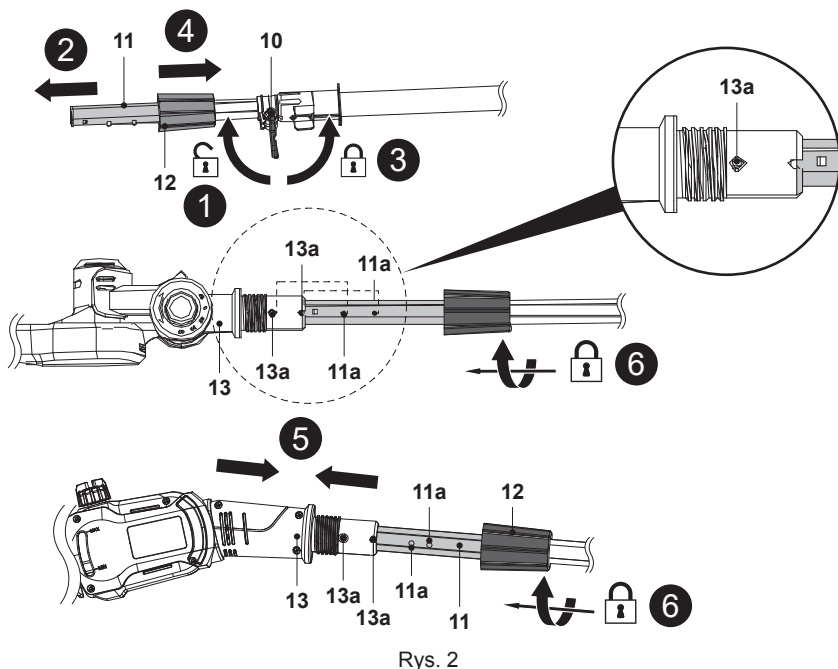

Rys. 1
1. Wyrównać szczelinę (7b) tylnej części wysięgnika (7) z trzpieniem przedniej części wysięgnika (9) i wsunąć go (rys. 1, krok 1). Upewnić się, że przewód elektryczny (8a) nie jest ściśnięty.
2. Zamocować tuleję zaciskającą (8) na gwincie przedniej części wysięgnika (9), a następnie dokręcić tuleję zaciskającą (8) w prawo, aby zabezpieczyć połączenia (rys. 1, krok 2).